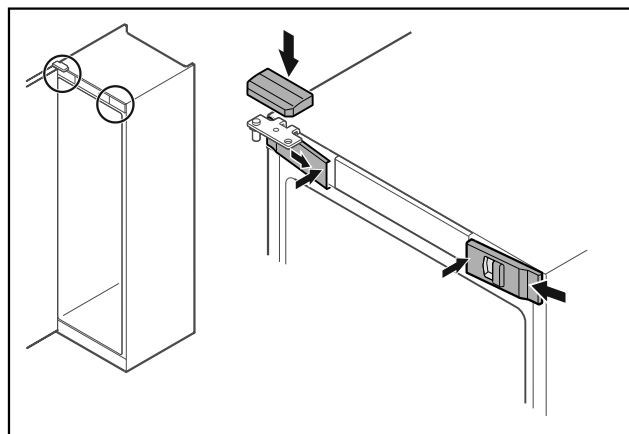

Fig. 52
- ▶ Akassza be oldalt az előlő burkolatokat Fig. 52 (1), és belül pattintsa be.
- ▶ Felülről pattintsa be a felső burkolatot Fig. 52 (2).